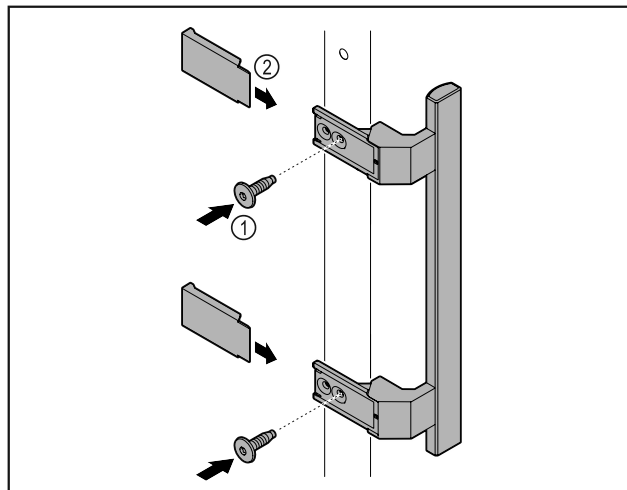

Fig. 2
- Fixer la poignée à la porte à l'aide des vis Fig. 2 (1) fournies.
- Mettre les caches Fig. 2 (2) en place.